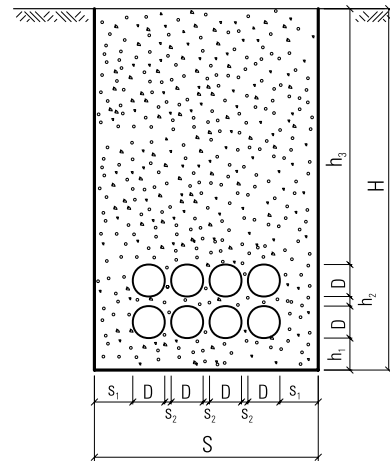

Fig. 4: Lægning af flere rør i en kabelrende
- på lodret flade:  $h_2 \geq 10$  cm (fig. 4)
- på vandret flade:  $s_2 \geq 5$  cm (fig. 4)